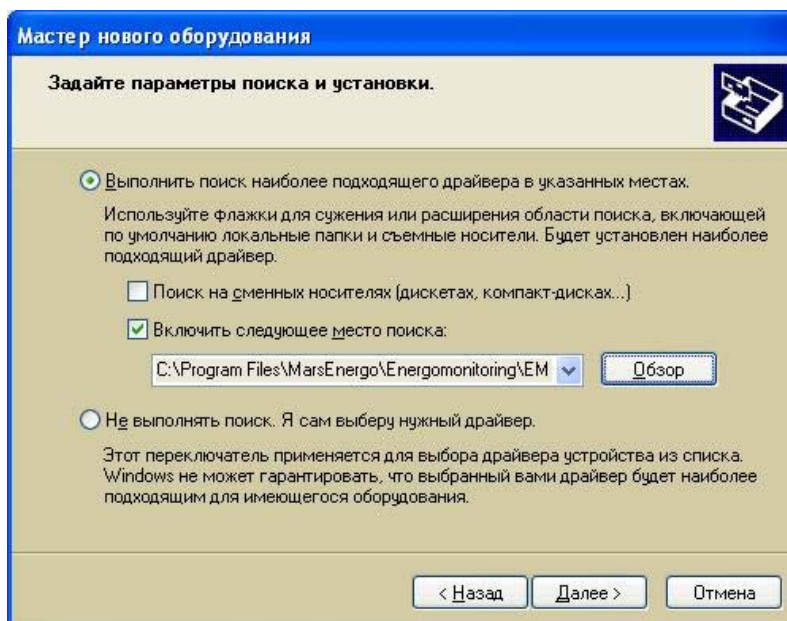

Рис. 4
4. В следующем окне (рис. 4) необходимо указать место поиска драйвера. Для этого надо выбрать режим «Выполнить поиск наиболее подходящего драйвера в указанных местах», отметить пункт «Включить следующее место поиска», нажать кнопку «Обзор», выбрать: